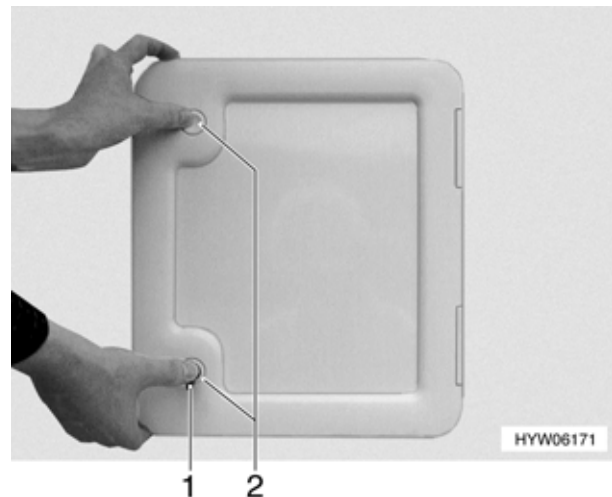

Bild 141 Öffnen der Thetford-Klappe
Die Klappe für die Thetford-Kassette (Bild 141) befindet sich außen am Reisemobil:
- Drehschloss (Bild 141,1) mit Schlüssel öffnen.
- Beide Druckschlösser (Bild 141,2) gleichzeitig drücken und Thetford-Klappe öffnen.